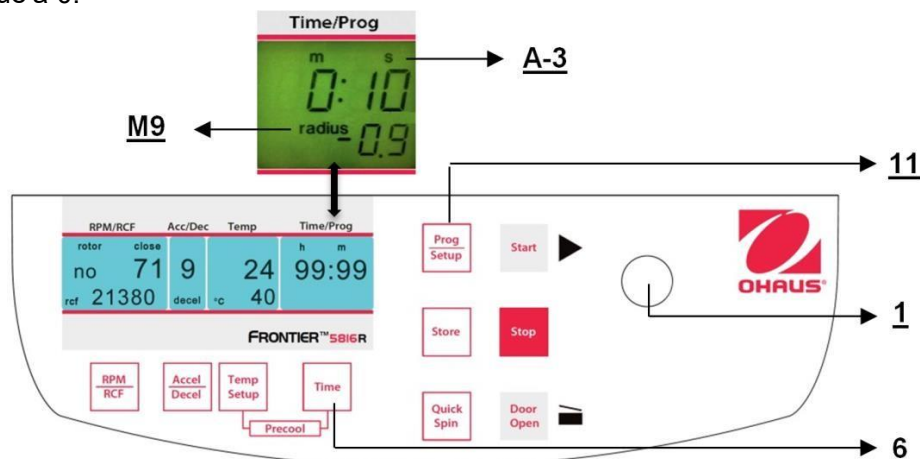
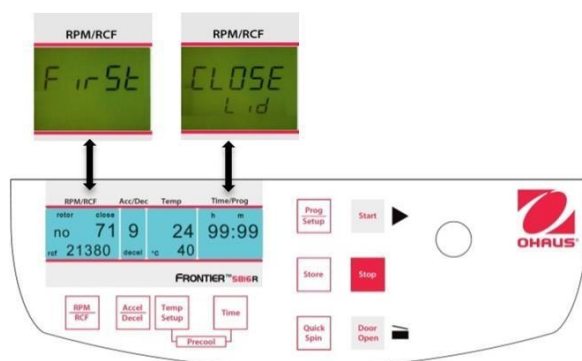

Figure. 24
Figure. 26
Fermer le couvercle et maintenir ensuite appuyées les touches "**Time**" (6) (voir la figure 24) et "**Prog/Setup**" (11). Sur l'affichage "**Time/Prog**" (A-3), le mot "**radius**" (M9) apparaît. Avec le bouton de réglage (1), l'utilisateur peut présélectionner des corrections du rayon (voir Tableau 7, ANNEXE) par incrément de 0,1 centimètre. Après avoir défini une correction du rayon, le mot "**radius**" (M9) apparaît. Ce mot sera visible jusqu'à ce que la correction du rayon soit revenue à 0.
Fermer le couvercle de la centrifugeuse. Procéder dorénavant selon la description précédente afin de définir tous les paramètres importants de la centrifugation. Si le couvercle n'est pas fermé lors de la mémorisation du programme, les mots **"FirSt"** et **"CLOSE Lid"** (voir la figure 26) clignotent alternativement sur l'affichage **"RPM/RCF"** (A-1). Si la centrifugation doit être démarrée sans mémorisation du programme, les mots **"First"** et **"PrESS StoreE"** (voir la figure 24) clignotent alternativement sur l'affichage **"RPM/RCF"** (A-1).